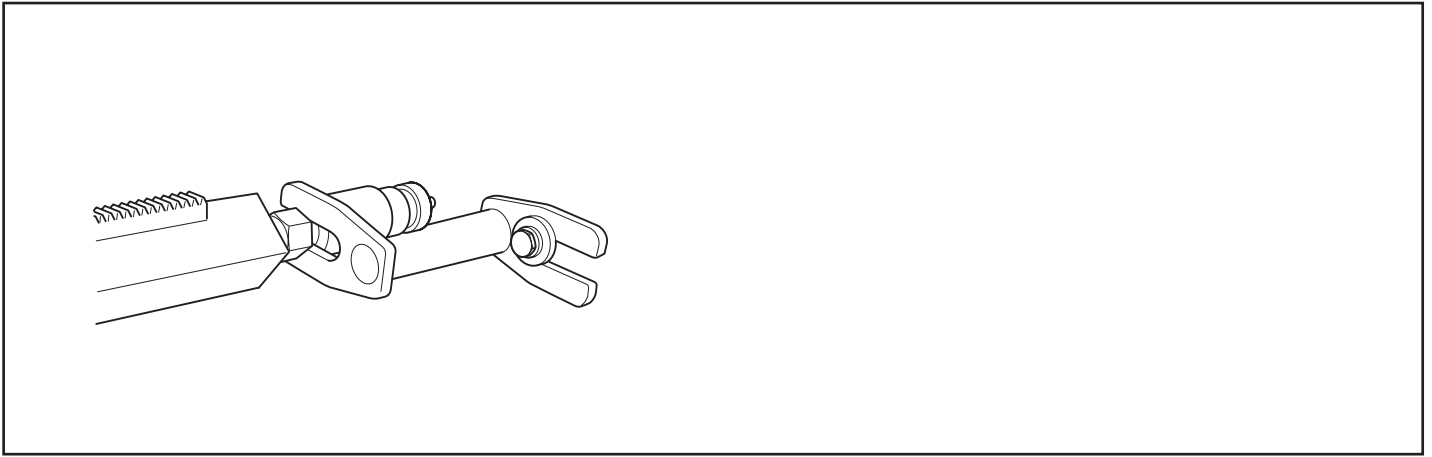

Fig. 15
6. Per fissare ulteriormente la colonna di foratura si può utilizzare l'attacco a espansione accessorio (fig. 15). Regolare l'attacco rispetto alla vite del montante e fissarlo al soffitto con un bullone a espansione. Fissare con il dado di bloccaggio da 30 mm.
6. Zur zusätzlichen Sicherung der Bohrsäule kann die Expanderhalterung (Zubehör) verwendet werden (Abb. 15). Die Halterung wird an die Stempelschraube angepasst und mit einer Spreizschraube in der Decke fixiert. Mit 30-mm-Sicherungsmutter sichern.
6. Pour attacher de manière encore plus sûre le poteau de forage, une fixation d'expansion (équipement supplémentaire) peut être utilisée (Fig.15). La fixation est réglée contre la vis du poteau et attachée au
6. Om de boorkolom nog meer te zekeren, kan de extra bevestiging (extra accessoire) (Fig. 15) worden gebruikt. De bevestiging wordt afgesteld tegen de kolombout en met een bout tegen het plafond gefixeerd. Zeker met borgmoer 30 mm.